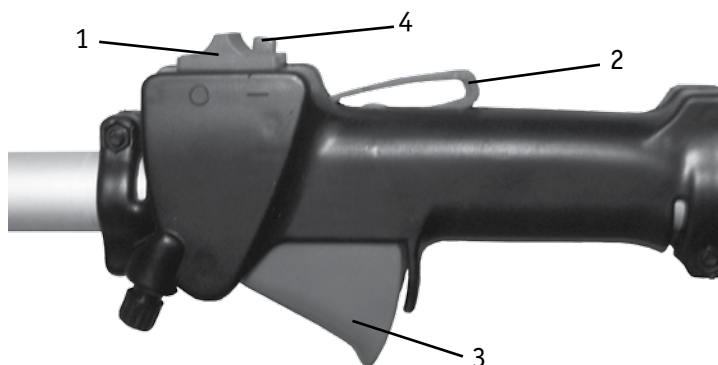

Рис. 7
2. Установите выключатель (1) в положение «I» (сдвиньте к себе до упора). Нажмите одновременно на стопорный рычаг (2) и курок газа (3). Зафиксируйте курок газа в нажатом состоянии кнопкой (4) (**рис. 7**).
7. После запуска переведите курок газа в режим холостого хода. Для этого нажмите и отпустите курок газа (3) (**рис. 7**) и прогрейте двигатель в течение 10 секунд (рычаг воздушной заслонки при этом находится в положении 2) (**рис. 8**).
1. Установите заслонку в положение (2) (рис. 8), выключатель (1) в положение "I" (рис. 7).
При аварийной ситуации необходимо немедленно выключить двигатель. Для этого переведите выключатель (1) в положение «Стоп» (рис. 7).